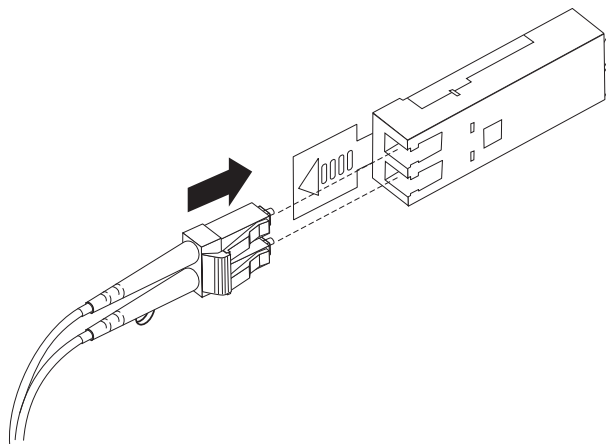

図 22. LC-LC ファイバー・チャネル・ケーブルの SFP モジュールへの挿入
4. 保護キャップを外した LC-LC ケーブルの端を、EXP5000 に取り付けられた SFP モジュールに慎重に挿入します。ケーブル・コネクタは、SFP モジュールに正しく挿入できるようにキー溝が付いています。44 ページの図 22 に示すように、コネクタを持ったまま、所定の位置でクリック音がするまでケーブルを押し込みます。